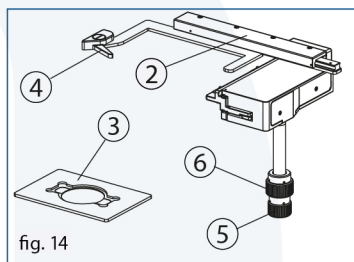

fig. 14
2. (Fig. 14, en la siguiente página) Para sujetar firmemente una muestra utilice el soporte acoplable (3) sobre la platina mecánica (2), utilice el clip sujeta-muestras (4) para sujetar el soporte acoplable (3), gire el anillo de desplazamiento horizontal (5) y el anillo de desplazamiento vertical (6) para mover la muestra al lugar adecuado para la observación. (Rango de distancia de trabajo: 120 mm x 80 mm)